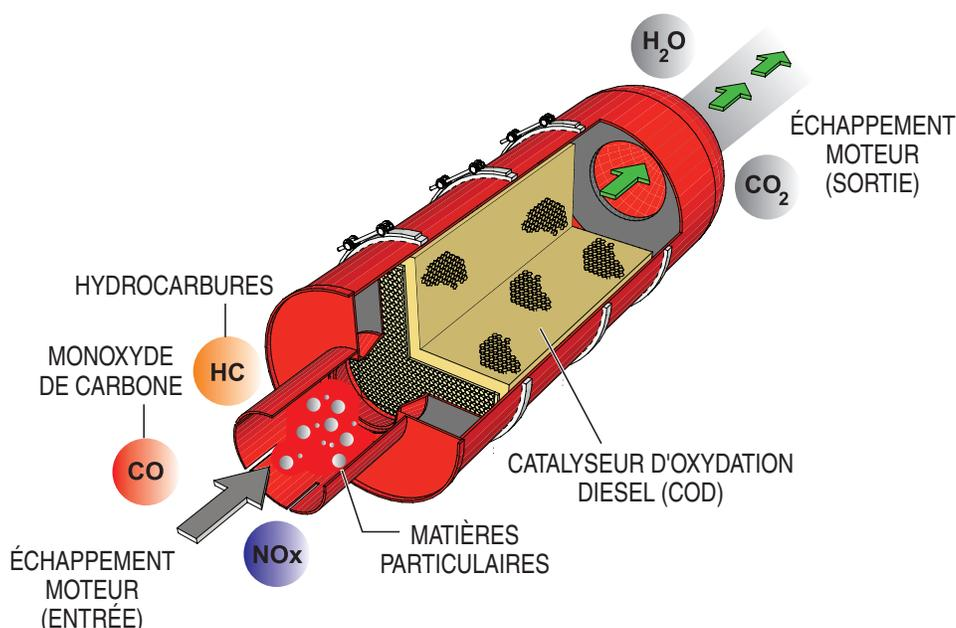

Figure 68. Catalyseur d'oxydation diesel (COD)
Le dispositif COD (Figure 68) aide à filtrer les grandes quantités d'oxydes d'azote (NO_x) et de particules (PM) nocifs qui sont émis par les moteurs diesel. Ces émissions d'échappement présentent des risques graves pour l'environnement et la santé. Il est important de maintenir et d'entretenir ce dispositif de sécurité d'émission DOC périodiquement.